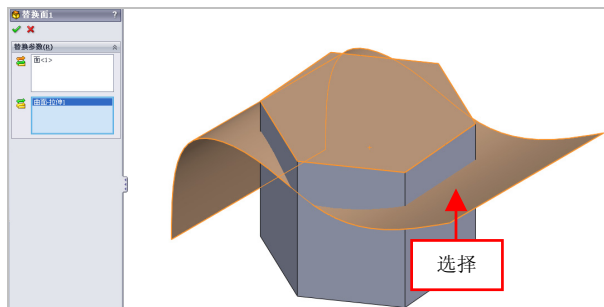

图 7-79 选择替换曲面对象
(4) 在绘图区中，选择中间的拉伸曲面为替换曲面，如图 7-79 所示。